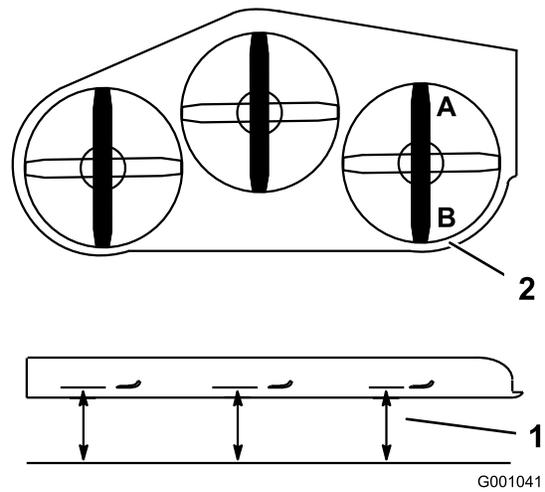

Figura 84
2. Posicionar uma lâmina da parte dianteira para a traseira. Medir nas localizações **A** e **B** desde uma superfície nivelada até à aresta de corte das pontas das lâminas (Figura 84).